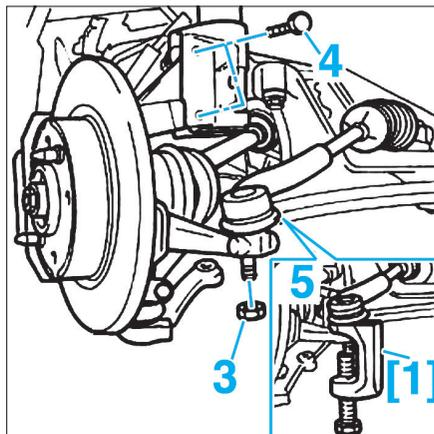
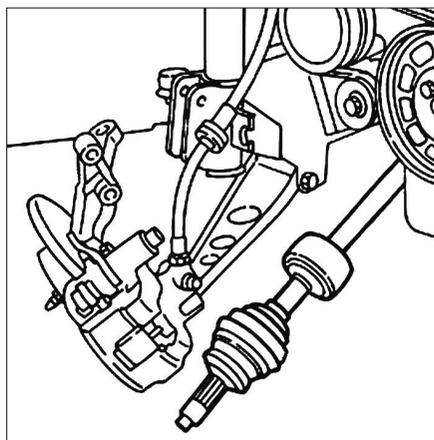

FIG. 3
FIG. 4
- Déposer l'écrou de la biellette de direction (3) (Fig.3).
- Extraire la biellette de direction (5) à l'aide d'un extracteur de rotule [1].
- Déposer les vis de fixation (4).
- Désolidariser l'arbre de roue (Fig.4), du moyeu avant.